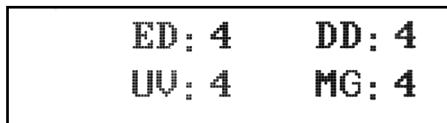

Рис. 9
Далее нажмите на клавишу 1. При этом появится изображение (См. Рис.9).
- Рекомендуемые настройки соответствуют средним значениям (См на Рис.9.)
На экране появится надпись “**Factory settings loaded**”. Настройки счетчика установлены в среднее положение (См. Рис.9).